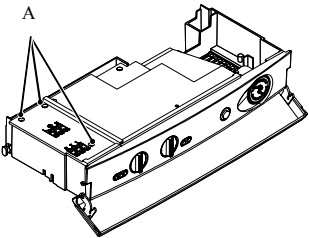

Fig. 7.1
- 8 Loosen the screws A and remove the service panel (Fig. 7.1).
- 8 Освободите винты A и удалите сервисную панель (Fig. 7.1).